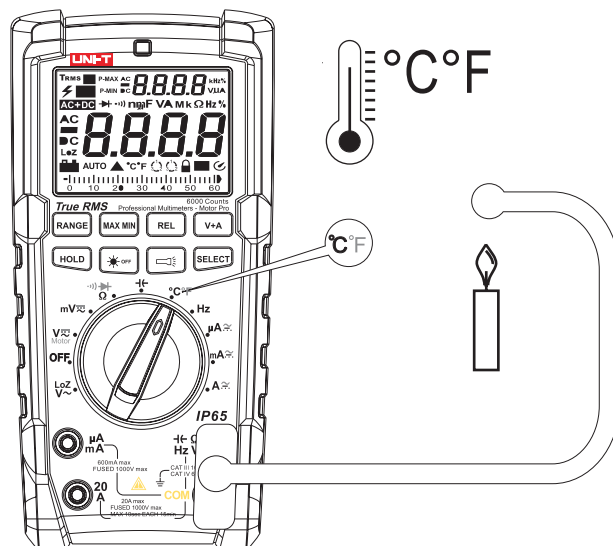

Abbildung 7
10. Temperaturmessung (nur geeignet für UT195M, siehe Abbildung 7)